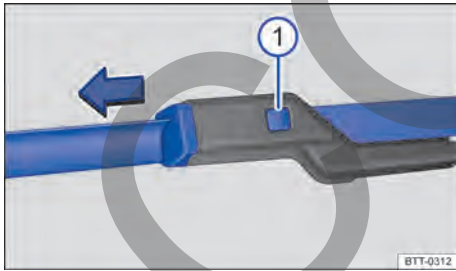

Fig. 174 Sustituir las escobillas de los limpiaparabrisas.
- Mantener la tecla de desbloqueo → fig. 174  presionada y, al mismo tiempo, retirar la escobilla del limpiaparabrisas en el sentido de la flecha.